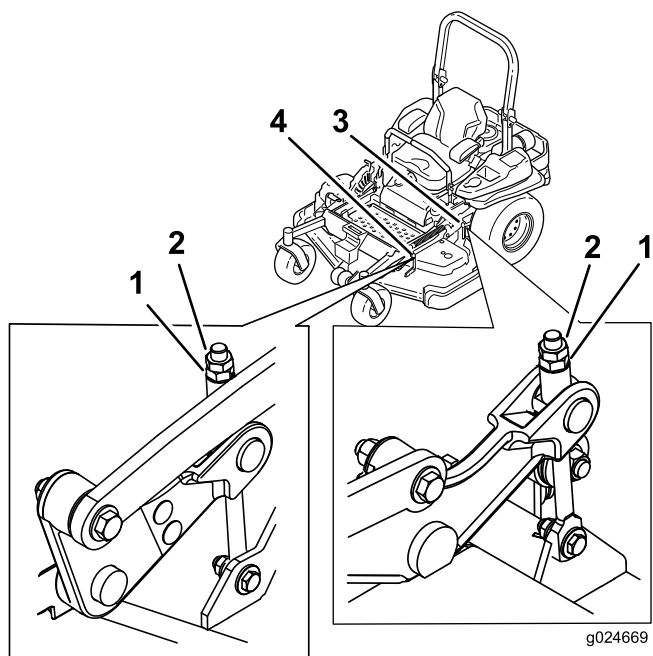

**Figura 86**
8. En ambos lados de la carcasa, mida desde la superficie nivelada hasta la punta delantera de la cuchilla (Posición A) (Figura 86).
**Nota:** La distancia debe ser de 76 mm; consulte Figura 86.
- En ambos lados de la carcasa, mida desde la superficie nivelada hasta la punta trasera de la cuchilla (Posición B). Asegúrese de que la distancia es de 8,3 cm (Figura 86).